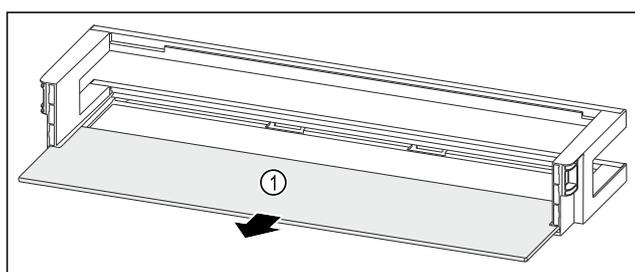

Fig. 48 Balconcino controporta con ripiano
- ▶ Rimuovere il ripiano Fig. 48 (1).